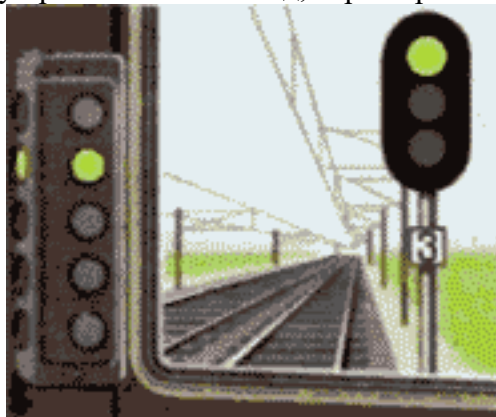

Рис. 2
2) желтый огонь - разрешается движение; на путевом светофоре, к которому приближается поезд, горит один или два желтых огня (рис. 2);